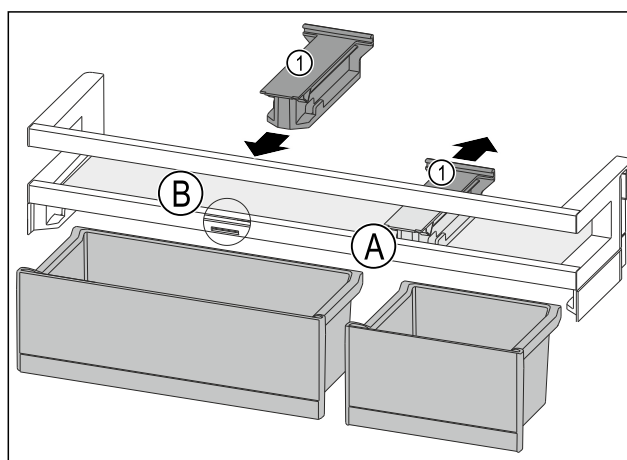

Fig. 172
- ▶ Bevestigingsdeel Fig. 172 (1) in positie Fig. 172 (A) naar achteren wegtrekken.
- ▶ Bevestigingsdeel Fig. 172 (1) in positie Fig. 172 (B) plaatsen.